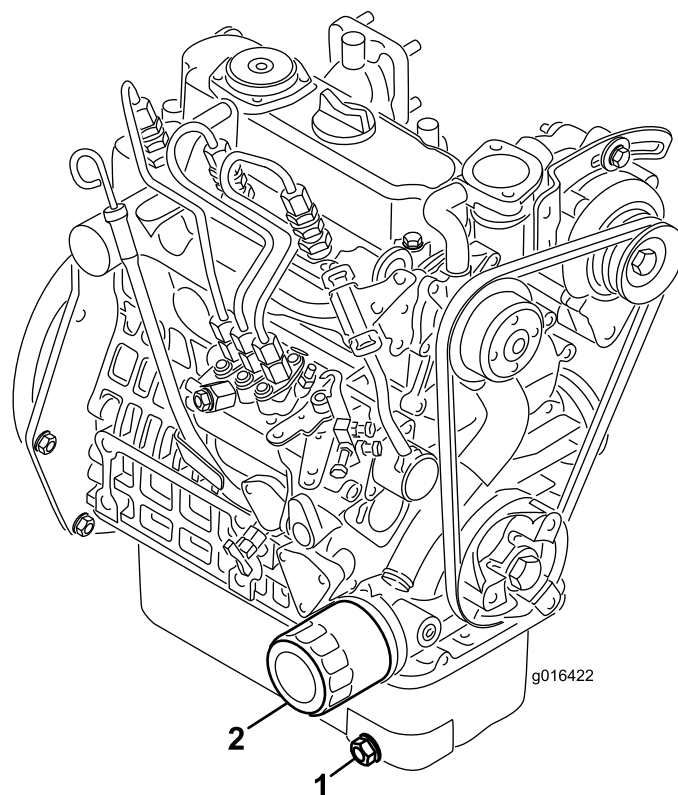

图 36
1. 拆下排油塞图 36 让油流入放油盘。油不再流时安装排油塞。